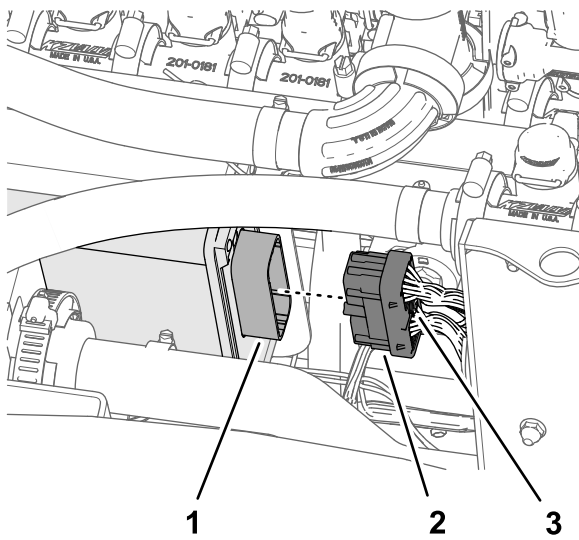

Figure 132
2. Branchez le connecteur à 40 douilles de la branche de 102 cm du faisceau du kit au connecteur à 40 broches si le contrôleur ASC 10 est monté (Figure 132).
3. Vissez à la main la vis à oreilles du connecteur à 40 douilles dans le connecteur de l'ASC 10 (Figure 132).